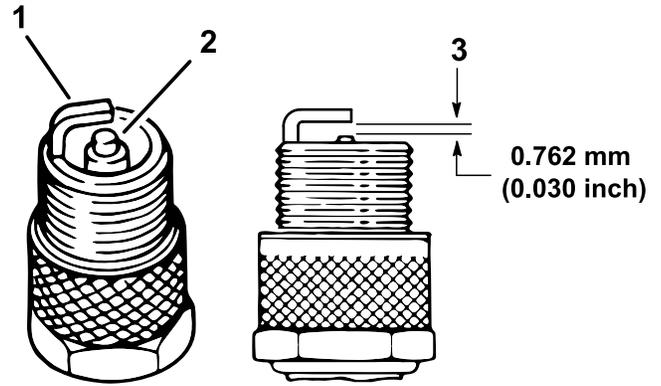

図 43
5. 図 43 のように、電極間のエアギャップを 0.76 mm に調整する。
4. 電極 (側面と中央) と碍子の状態を点検する(図 43)。